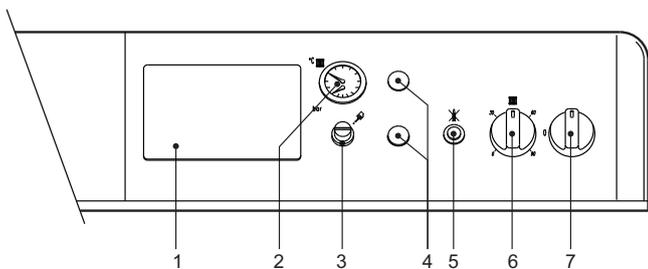

рис. 1 - Панель управления
- Переведите выключатель котла "7" в положение 1 (рис. 1).
Повернув рукоятку **6** на рис. 1 по часовой стрелке, температура воды в системе отопления повышается и наоборот. Температуру воды в системе отопления можно регулировать в пределах от 30° до 90°. Однако не рекомендуется эксплуатировать котел при температуре ниже 45°.
Задайте с помощью термостата температуры воздуха в помещении нужную температуру внутри помещения. При поступлении команды от комнатного термостата котел включается, обеспечивая нагревание воды в системе отопления до температуры, заданной регулирующим термостатом **6** di рис. 1. При достижении в помещении желаемой температуры котел выключается.